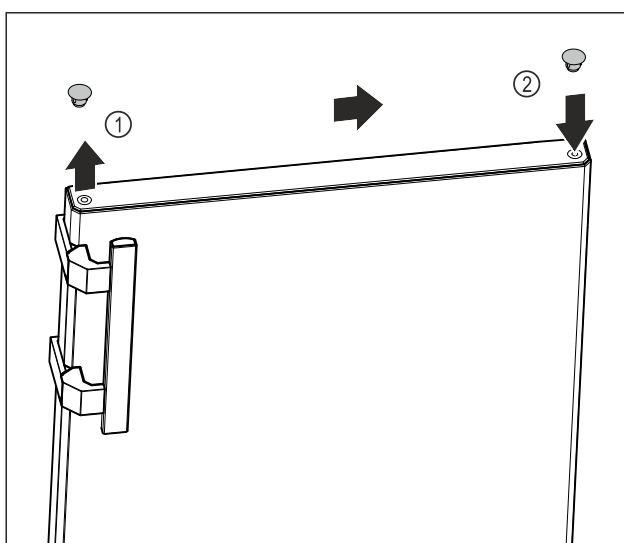

Fig. 13
- ▶ Tõstke ukse ülakülje kattekorgid Fig. 13 (1) ettevaatlikult lapikkruvikeerajaga üles.
- ▶ Pange kattekorgid vastasküljel sisse. Fig. 13 (2)